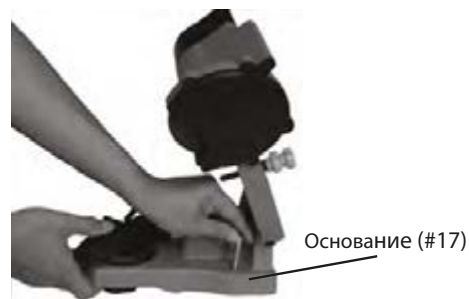

Рис. 4
2. Прикрутите станок болтами (не входят в комплект) к верстаку через два отверстия в основании (#17) размером 1/4». Верстак должен иметь прочную поверхность, способную выдержать вес данного устройства, заготовки и различных инструментов. См. Рис. 4.